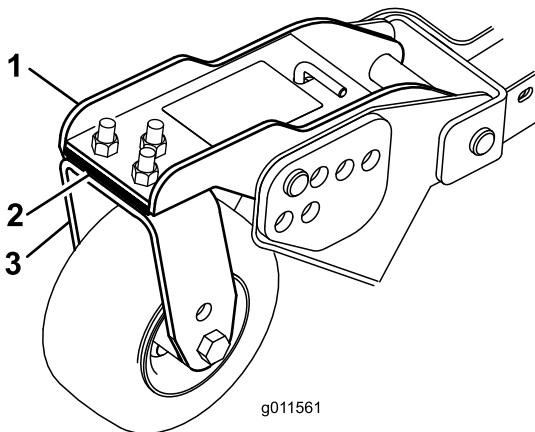

Figure 29
Tournez la lame sur chaque axe dans le sens longitudinal. Mesurez et notez la distance entre le sol et la pointe avant du tranchant. Ajoutez ou retirez des cales de 3 mm sur le(s) bras des roues pivotantes avant pour que la hauteur de coupe corresponde à celle qui est indiquée sur l'autocollant (Figure 29). Pour l'axe de la lame extérieure seulement, reportez-vous à la rubrique Réglage de l'inclinaison des lames.
3. Si le bord intérieur du plateau de coupe latéral est trop élevé par rapport au bord extérieur du plateau de coupe avant, retirez une cale de 3 mm au bas du bras pivotant intérieur avant du plateau latéral (Figure 29). Vérifiez à nouveau la distance entre les bords extérieurs des deux plateaux de coupe latéraux et la distance entre le bord intérieur du plateau de coupe latéral et le bord extérieur du plateau de coupe avant.